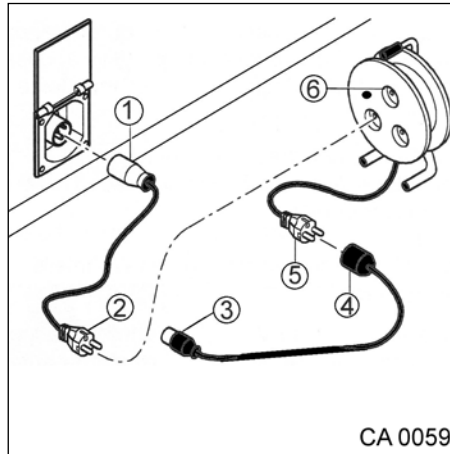

Fig. 38 Raccordement du câble
un raccord CEE (Fig. 38, pos. 1) avec contact de protection et fiche (Fig. 38, pos. 2) avec contact de protection.
prise électrique (Fig. 38, pos. 6) avec contact de protection et fiche (Fig. 38, pos. 5) avec contact de protection.
Un raccord (Fig. 38, pos. 4) avec contact de protection et fiche CEE (Fig. 38, pos. 3) avec contact de protection.
3. Enficher le raccord CEE (Fig. 38, pos. 1).
4. Enficher le raccord (Fig. 38, pos. 3) sur le dispositif d'alimentation électrique de l'emplacement.